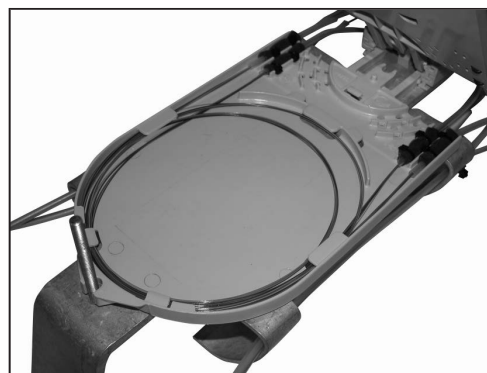

Figura 54
8.5 Utilize a bandeja de transição deixando uma reserva de fibra óptica com 1 ou 2 voltas dentro do compartimento (figura 54).